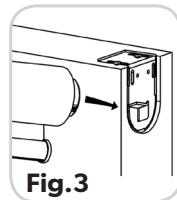

Fig.3
- B.** Insérez d'abord le côté droit du store à enroulement automatique . (**Fig. 3**)
- B.** Inserte primero el lado derecho de la persiana en rollo. (**Fig. 3**)